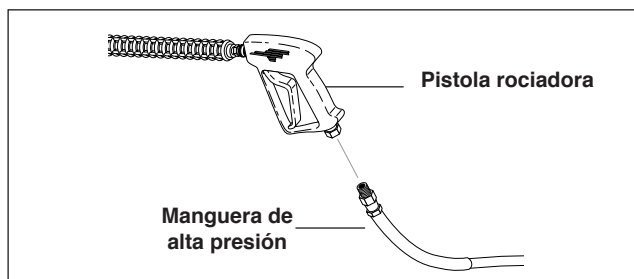

Figura 2 - Instalación de la manguera de alta presión
3. Ensamble la manguera de presión en la pistola de disparo/el montaje de la varilla tal como se muestra en la **Figura 2**.